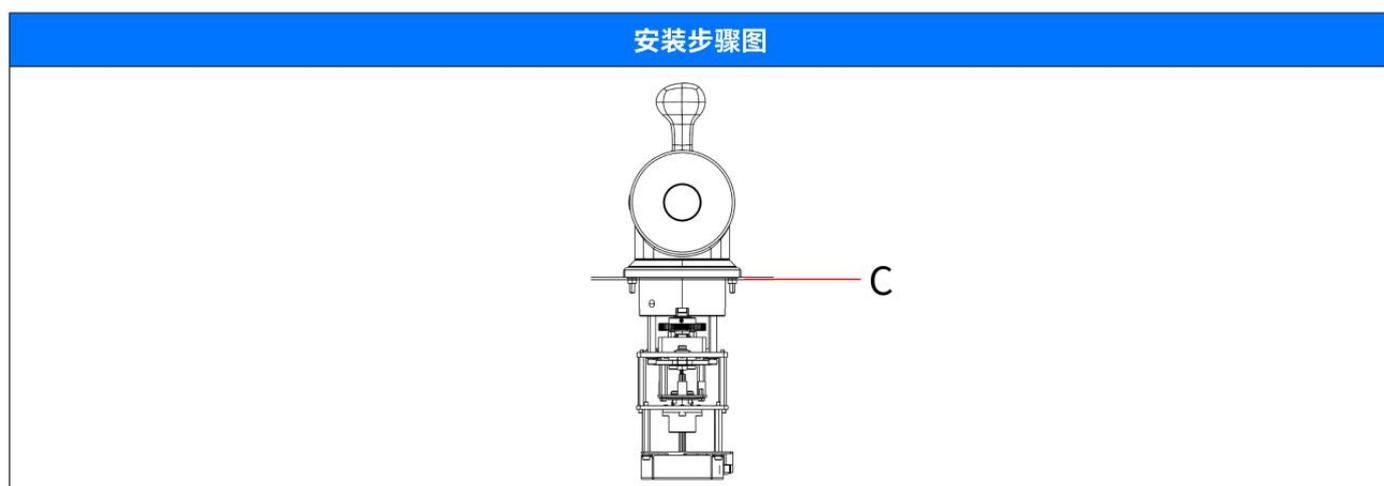

图3.3
3. 如图3.3，通过安装螺柱和配件将手柄固定在安装板上，拧紧螺母C。使手柄与安装板坚固可靠。接触面不得出现间隙、不可出现晃动。